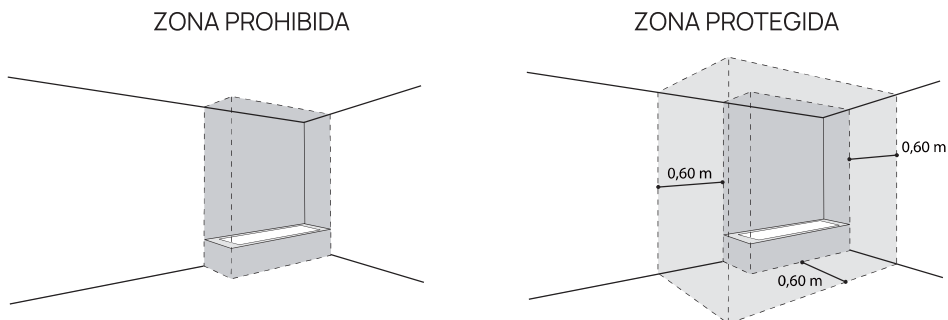

Fig. 04
2. Utilice un taladro para realizar los orificios a una profundidad de al menos 90 mm en la pared. Estos orificios deben estar alineados (ver Fig. 04 y 05).
Si necesita instalar el calentador en un dormitorio o baño, deberá ceñirse a las normas del espacio de instalación especificado: Zona prohibida y zona protegida (ver Fig. 04).